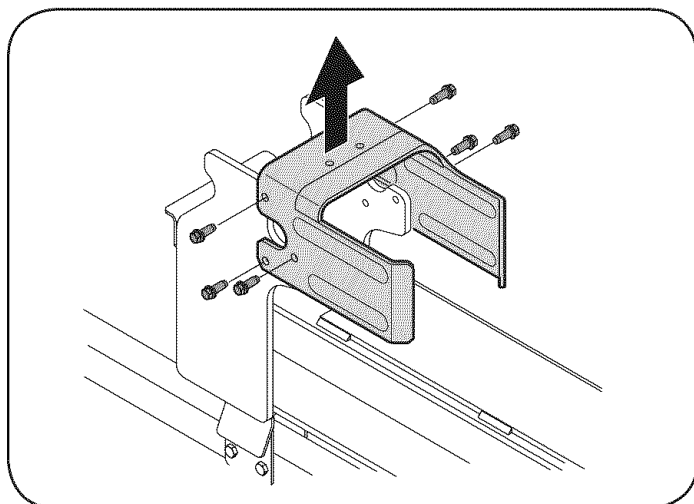

Figura 3-4
2. Desconecte el dislodger del rayo soldado al anaquel por quitando los seis tornillos de maleficio. Ver la Figura 3-4.